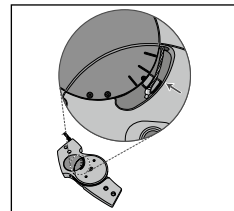

Fig. 10
16. Deslice el interruptor del satélite a la Posición Automática (Modo 1) (**ver Fig. 1**) y compruebe dentro de la Unidad de Función de la articulación si la parte superior del Brazo de Palanca se ha movido y ahora está paralela al marcador central (**ver Fig. 10**).